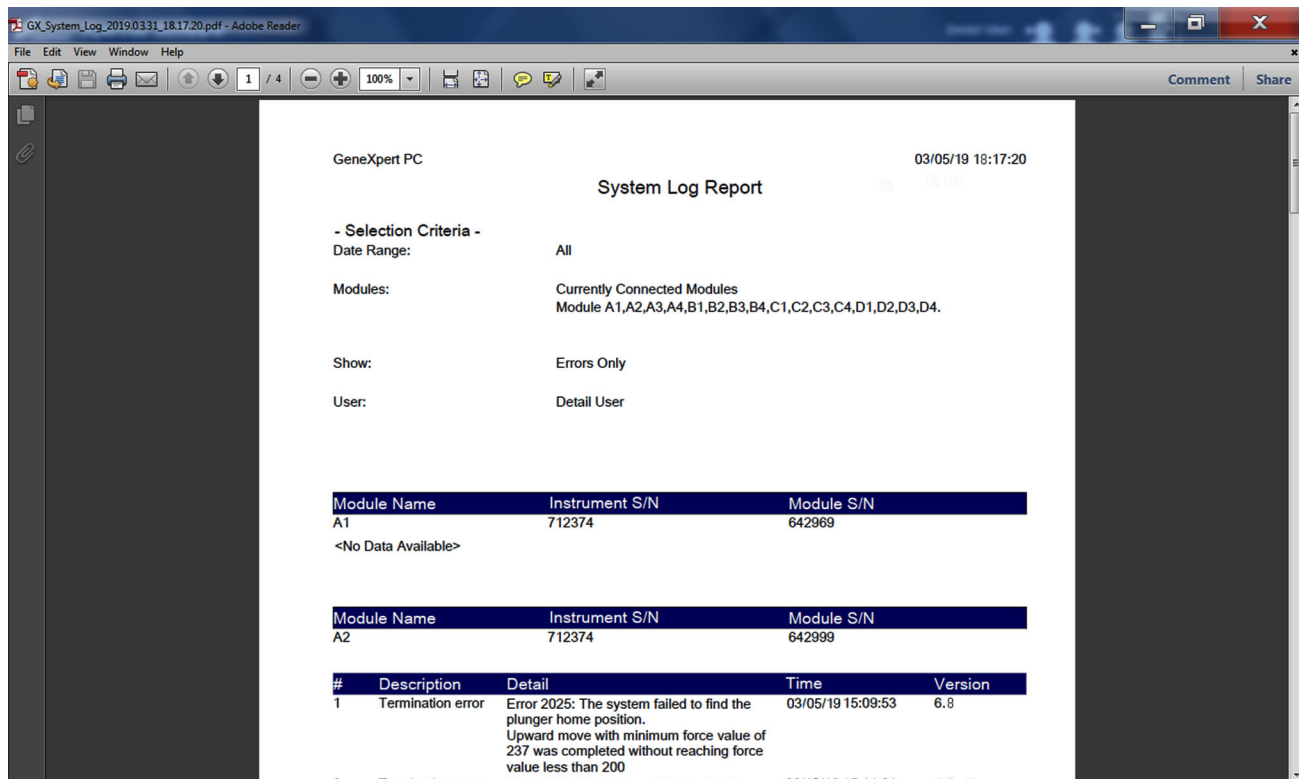

Figura 9-62. Relatório de registos do sistema exibido no Adobe Reader
- **PREVIEW PDF (PRÉ-VISUALIZAR PDF)** – Cria um ficheiro PDF e apresenta o ficheiro na janela do Adobe Reader. Pode guardar e imprimir o ficheiro PDF a partir do software Reader. Ver Figura 9-62.